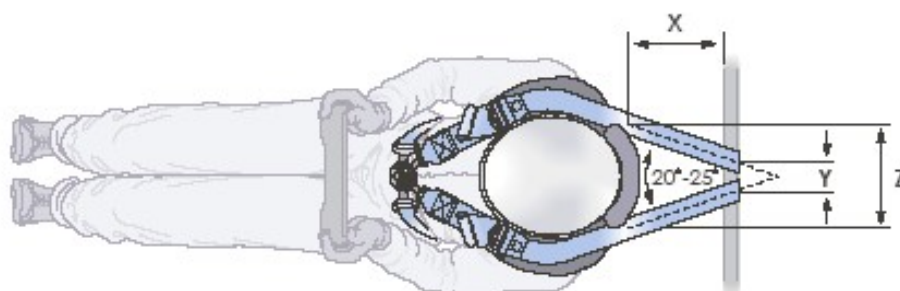

Fig. 2 Placering af skulderstroppers ankerpunkter for at opnå den anbefalede vinkel.
2.3 Skulderstroppers ankerpunkter på bilen skal være symmetriske omkring førersædets centerlinje. Set ovenfra, skal vinklen mellem de to stropper være omtrent 20° - 25° som i fig. 2.
Målet Z (mm) = bredden på HANS hjælmstøtten som vist i fig. 2 og 3.
Målet X (mm) = afstanden fra bagkanten af HANS stropstøttefladen til ankerpunktet i bilen som vist i fig. 2.
Målet Y (mm) = afstanden mellem centrene på ankerpunkterne i bilen for de to skulderstroppe vist i fig. 2.